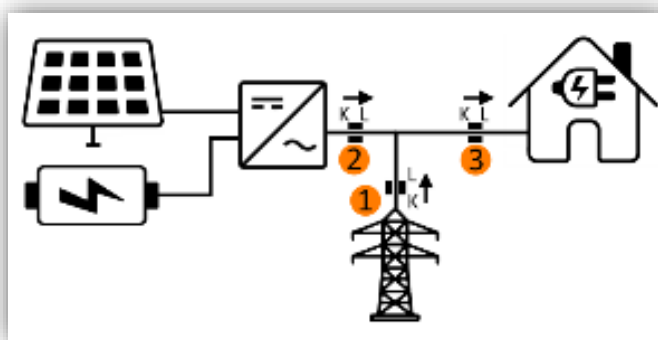

Figure 102. Schéma d'installation avec panneaux solaires et batterie
Cette section définit les points de l'installation sur lesquels doivent être faites les mesures pour avoir un fonctionnement correct de l'onglet global du moniteur d'énergie. La Figure 102 représente le schéma d'une installation avec des panneaux solaires et des batteries :
- **Installation sans panneaux solaires ni batteries** : seul le point 1 du schéma de la Figure 102 sera disponible.